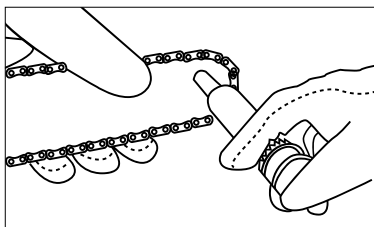

Рис. 26
3. Помістіть голкоподібну дюзу шприца в отвір для змащення і вводьте мастило до тих пір, поки воно не з'явиться на зовнішній кромці ланцюгового зубчастого колеса шини (рис. 26).